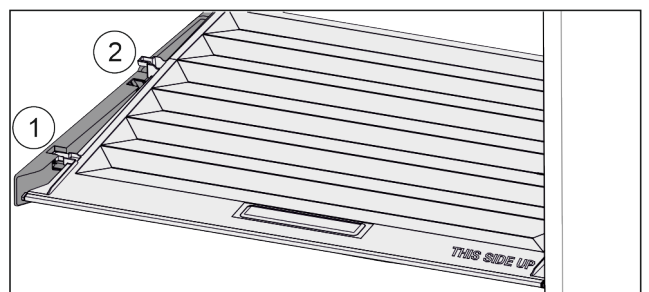

Fig. 45
- Arrastre hacia adelante Fig. 45 (1) la tapa hasta la abertura en las piezas de soporte.
- Levántela de la parte trasera desde abajo y quítela Fig. 45 (2) hacia arriba.